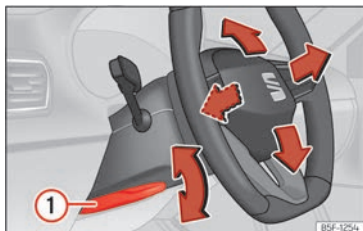

Abb. 60 Hebel auf der linken unteren Seite der Lenksäule.
• Hebel >>> **[Abb. 60] ①** nach unten schwenken, Lenkrad in die gewünschte Position bringen und Hebel wieder bis zum Schließpunkt nach oben drücken.
• Den Hebel >>> **[Abb. 60] ①** nach dem Einstellen immer fest nach oben schwenken, damit das Lenkrad während der Fahrt nicht unbeabsichtigt seine Position verändert.